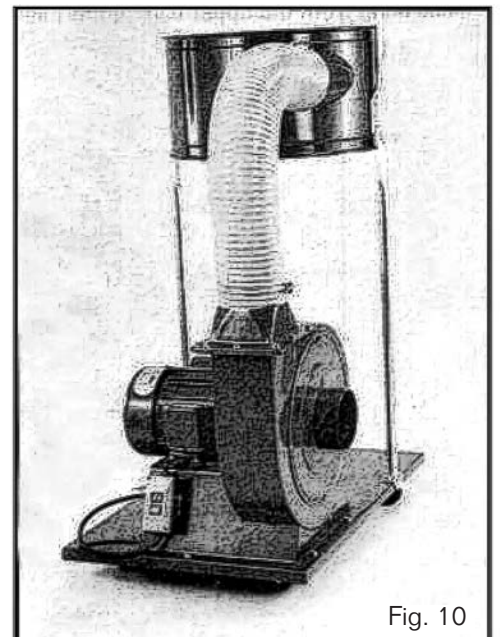

Fig. 10
8. El colector de polvo se debe ver como el mostrado en la Fig. 10.